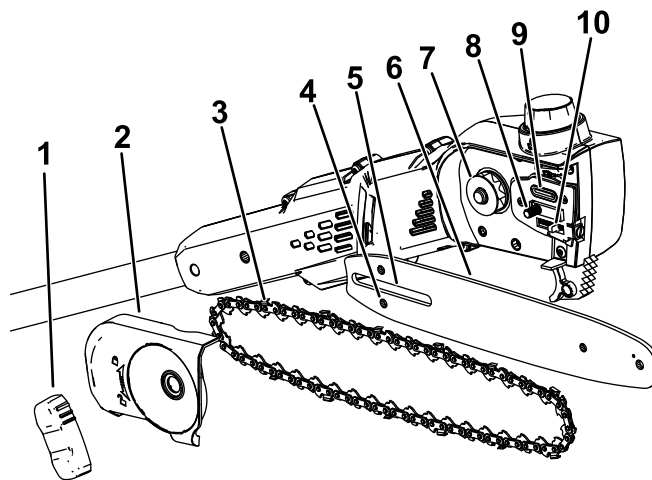

Figura 3
2. Rimuovete il carter laterale; ruotate la manopola copribarra in senso antiorario fino a quando non viene rimossa la manopola, quindi rimuovete il carter laterale (Figura 3).
5. Posizionate l'ansa aperta della catena (il lato non sulla barra di guida) attorno alla ruota motrice sulla sega a palo (Figura 3).
Importante: Assicuratevi che il perno di regolazione della catena sia inserito nello slot del perno di regolazione della catena sulla barra di guida (Figura 3).